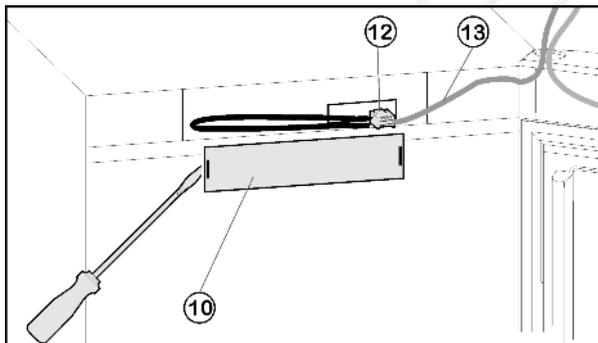

Fig. 4
- ▶ Снимите переднюю накладку Fig. 4 (10) с помощью плоской отвертки.
- ▶ Снимите контакт и извлеките разъем Fig. 4 (12).
- ▶ Высвободите из направляющей серый кабель Fig. 4 (13).
► Снова установите разъем Fig. 4 (12).
► Снова установите крышку Fig. 4 (10).